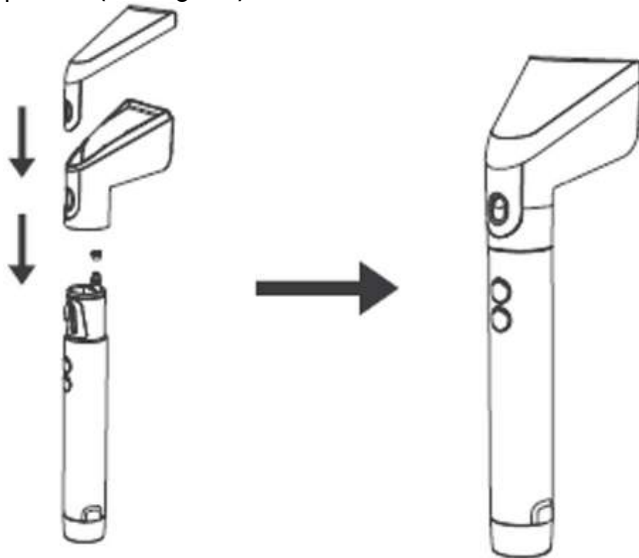

Fig. 34
6. Installeer ten slotte het filter, de opzetborstel en de opzetborstelaafdekking goed op hun plaats (zie fig.34).